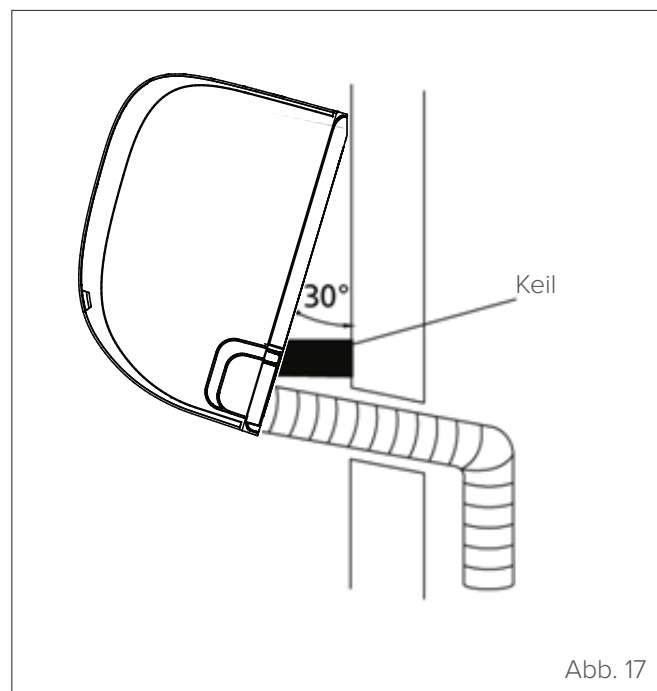

Abb. 17
- 2 Eine Halterung oder einen Keil verwenden, um das Gerät anzuheben, damit genügend Platz für den Anschluss der Kühlleitungen, Stromkabel und der Ablassleitung vorhanden ist (siehe “Abb. 17”).